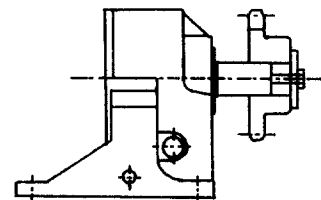

図5 スプロケット取付方法
- (4) スプロケット、カップリングなどの穴公差はH8程度とし、出力軸軸端ネジ穴を利用してスムーズに取付けて下さい。図5参照。